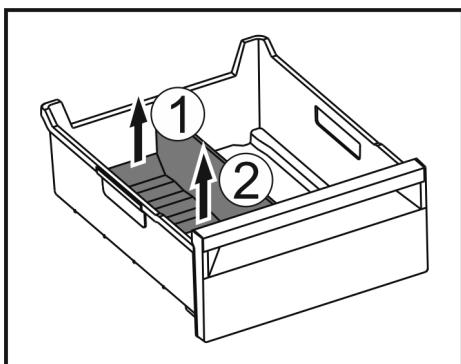

Fig. 170
- Повдигнете задната част на разделителя на отделението за лед. Fig. 170 (1)
- Извадете разделителя на отделението за лед нагоре. Fig. 170 (2)